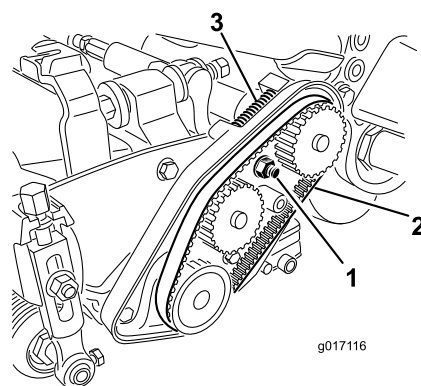

Figure 48
- A. Desserrez l'écrou de fixation du logement de roulement (Figure 48).
- C. Enlevez les débris présents dans le compartiment de la courroie et autour du ressort de compression (Figure 48).